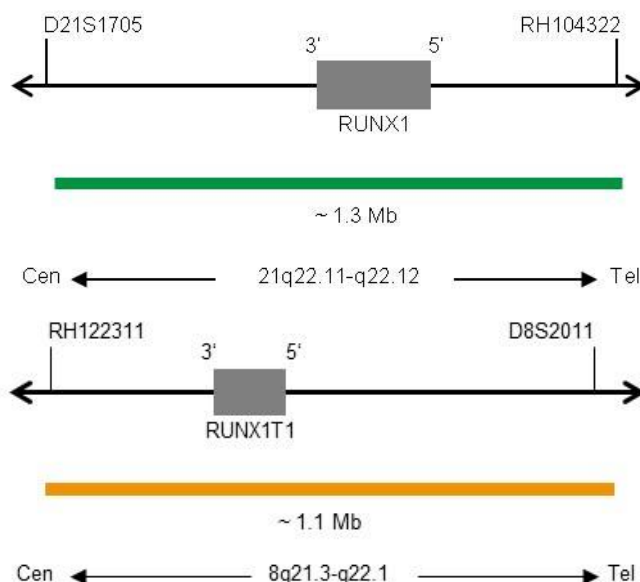

Fig. 1 : En haut : Carte de la sonde SPEC RUNX1 ; En bas : Carte de la sonde SPEC RUNX1T1 (pas à l'échelle)
- Polynucléotides marqués au ZyGreen (excitation 503 nm/émission 528 nm) (~12 ng/ μ l), qui ciblent une séquence de 21q22.11-q22.12* (chr21:35,530,283-36,855,548) hébergeant la région du gène RUNX1 (voir figure 1).
- Polynucléotides marqués au ZyOrange (excitation 547 nm/émission 572 nm) (~6 ng/ μ l), qui ciblent une séquence de 8q21.3-q22.1* (chr8:92,632,490-93,746,043) hébergeant la région du gène RUNX1T1 (voir figure 1).